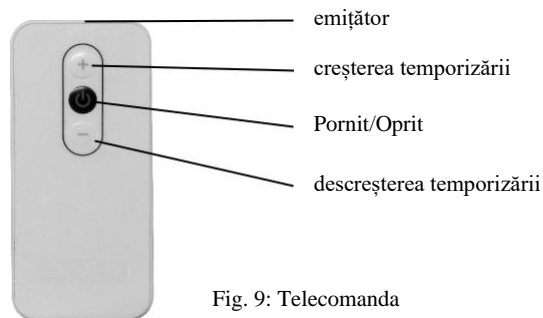

Fig. 9: Telecomanda
- ▶ Folosiți telecomanda în infraroșu pentru a comanda aparatul (Fig. 9)